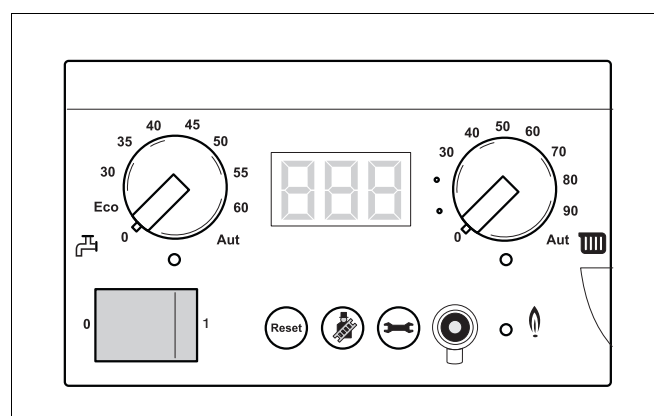

Fig. 78 Întrerupeți alimentarea cu tensiune a instalației de încălzire
- Întrerupeți alimentarea cu tensiune a instalației de încălzire (fig. 78).